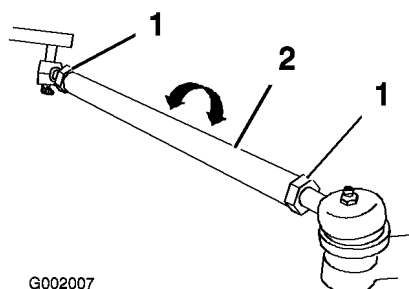

Figura 60
- Se a medição obtida não corresponder aos valores especificados desaperte as porcas de segurança nas extremidades das barras transversais (Figura 60).